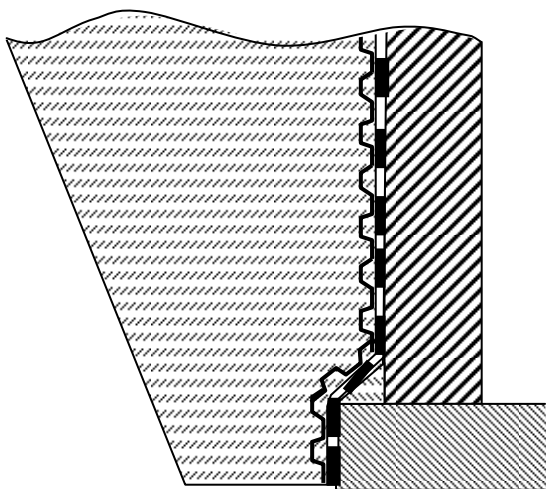

Figure 2 – Coupe de mise en œuvre étanchéité + DRAINAX (cas où le drainage n'est pas obligatoire, ou le remblai est drainant si le drainage est obligatoire)
6.12 Hauteurs > 2 m (figure 2)
6.22 Hauteurs > 2 m (figure 2)